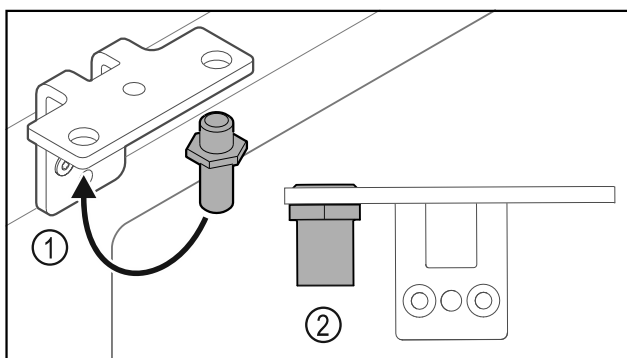

Fig. 38
- ▶ Bolzen Fig. 38 (1) im Scharnierwinkel umsetzen.
- ▶ Bolzen Fig. 38 (2) mit **Drehmoment von 12 Nm** anziehen.